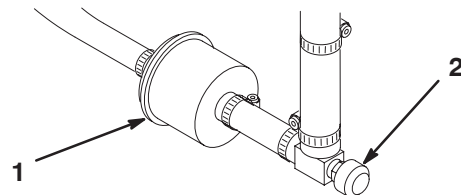

Bild 40
In der Kraftstoffleitung ist zwischen dem Kraftstofftank und dem Vergaser ein Filter eingebaut (Bild 40). Tauschen Sie diesen Filter alle 800 Betriebsstunden oder vorher aus, wenn der Kraftstofffluss beeinträchtigt wird. Stellen Sie sicher, dass der Pfeil am Filter vom Kraftstofftank weg ausgerichtet ist.
1. Schließen Sie den Kraftstoffhahn, lockern die Schlauchschelle (Bild 40) an der Vergaserseite des Filters und ziehen die Kraftstoffleitung vom Filter ab.
2. Stellen Sie ein Auffanggefäß unter den Filter, lockern Sie die verbliebene Schlauchschelle und entfernen Sie den Filter (Bild 40).